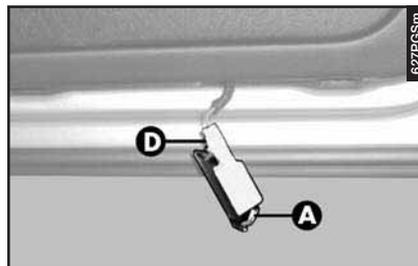

fig. 78
- Estrarre la plafoniera spingendo con un cacciavite sulla molletta (**A-fig. 78**).
- Rimontare la plafoniera inserendola prima dal lato (**D-fig. 78**) e quindi premendo sull'altro lato fino ad avvertire lo scatto di blocco della molletta.